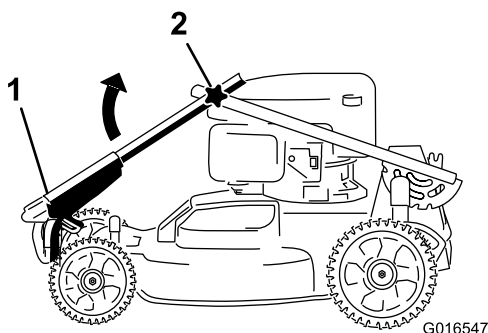

Figure 3
1. Pivotez la poignée supérieure du guidon de sorte qu'elle s'emboîte avec la poignée inférieure (Figure 3), puis serrez les deux boutons sur le guidon pour bloquer la poignée supérieure en position (Figure 4).